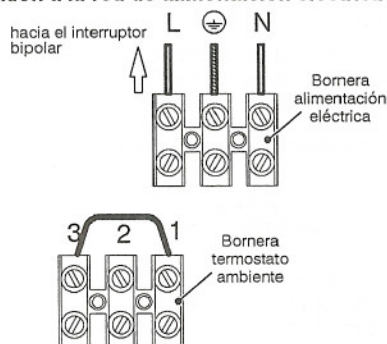

fig. 5.13
- 1 Conectar el cable de alimentación eléctrica procedente del interruptor bipolar a la bornera de alimentación eléctrica de la caldera (fig. 5.13), respetando la correspondencia de la línea (hilo marrón) y del neutro (hilo azul).
Para la conexión de un termostato de ambiente a la caldera, utilizar la bornera de termostato ambiente (fig. 5.13)